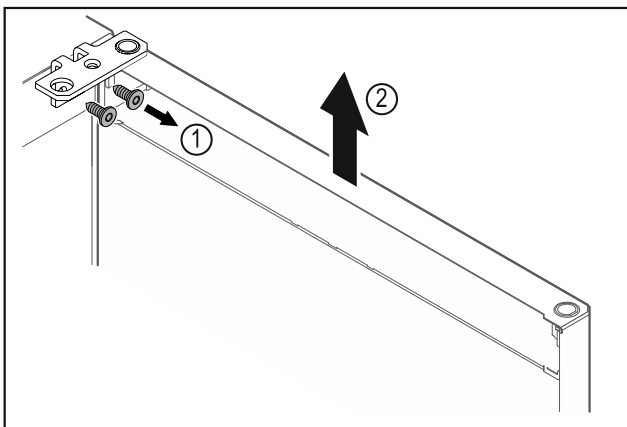

Fig. 12
- ▶ Scharnierwinkel Fig. 12 (1) abschrauben.
- ▶ Tür inklusive Scharnierwinkel Fig. 12 (2) circa 200 mm gerade nach oben heben und abnehmen.